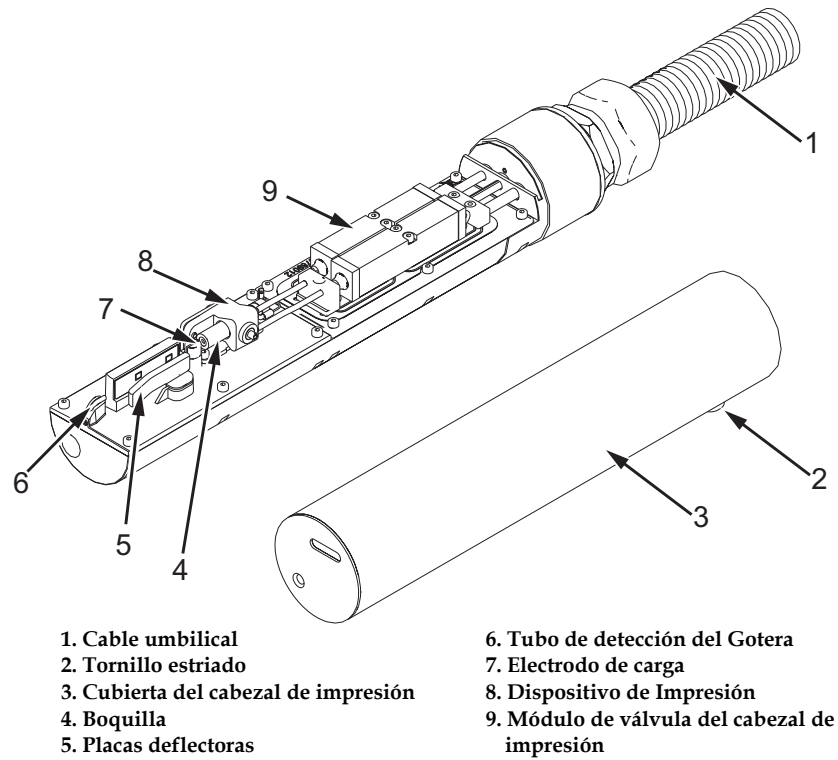

Figura 6-4. Cabezal de impresión (Videojet 1220)
- Tubo de detección del Gotera (elemento 6, Figura 6-4)